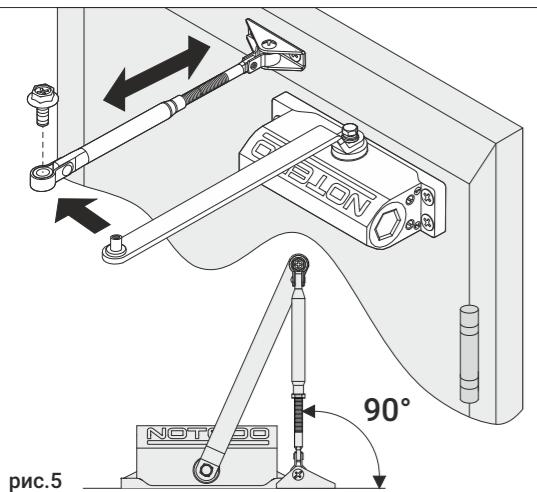

рис.5
- Длину регулируемой части рычага необходимо сделать такой, чтобы при соединении двух частей рычага регулируемая часть рычага располагалась под углом 90 градусов к плоскости двери, рис. 5.